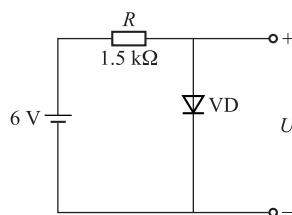

图 1-17 第 3 题图
3. 如图 1-17 所示电路, VD 为理想二极管。判断二极管是导通还是截止, 并求出输出电压。